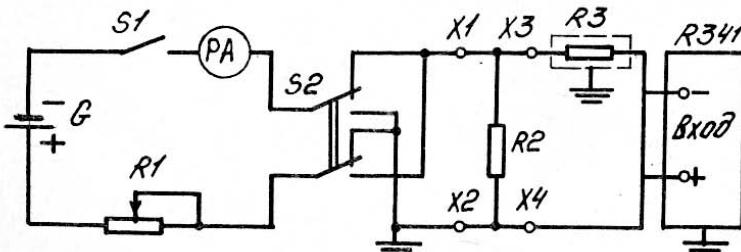

Рис. 6. Схема для определения основной погрешности:
5.5.4. Определение основной погрешности производится по схеме рис. 6 на всех числовых отметках шкалы в диапазоне измерений I-0-I мВ, а в остальных диапазонах - на конечных отметках левой и правой частей шкалы, и на тех отметках, на которых были получены наибольшие положительная и отрицательная погрешности.
Входное сопротивление  $R_{\text{вх.}}$  в расширенных диапазонах по току ("Ish") равно 200 Ом, в компенсационных диапазонах по току ("I") сумма  $R_{\text{вх.}}+R_{\text{пр.}}$  определяется по схеме рис.6 в диапазоне 10-0-10 мкА следующим образом:
Калиброванное смещение проверяется по схеме рис.6 при отпущеной кнопке "+" в диапазонах измерений 5-0-5 и 50-0-50 мВ.